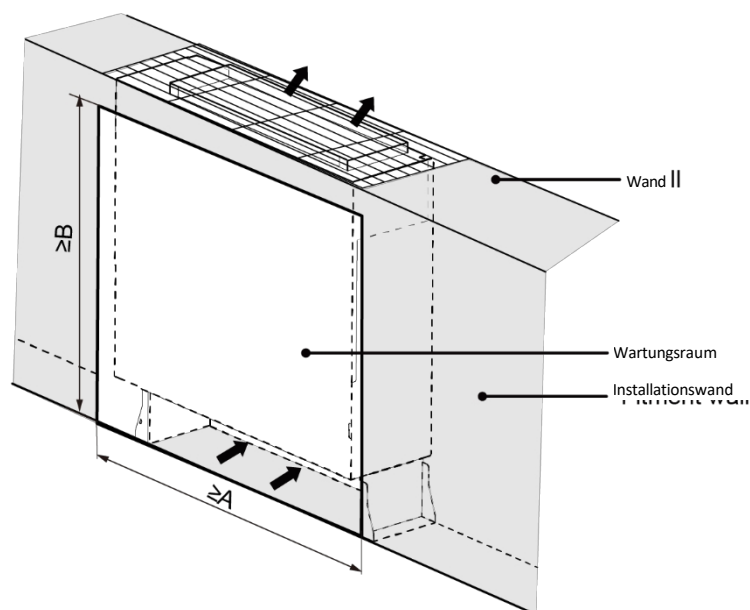

Abb. 3.2.1
- 6 Wenn das Innengerät eingebaut wird, achten Sie darauf, es gemäß den in Abb. 3.2.1 angegebenen Maßen zu installieren, um ausreichend Platz für Wartungsarbeiten zu lassen.